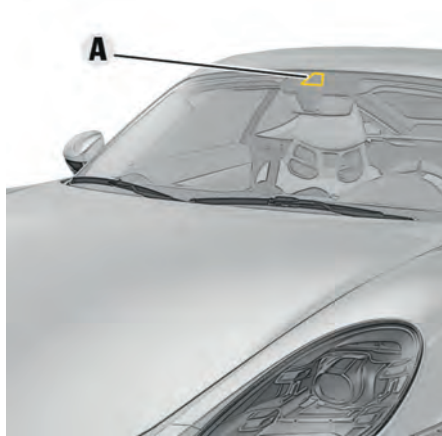

Fig 1: Position de la caméra
- ▶ Ne couvrez pas la zone de la caméra au niveau du rétroviseur intérieur (fig. 1) avec des corps étrangers (des autocollants p. ex.).